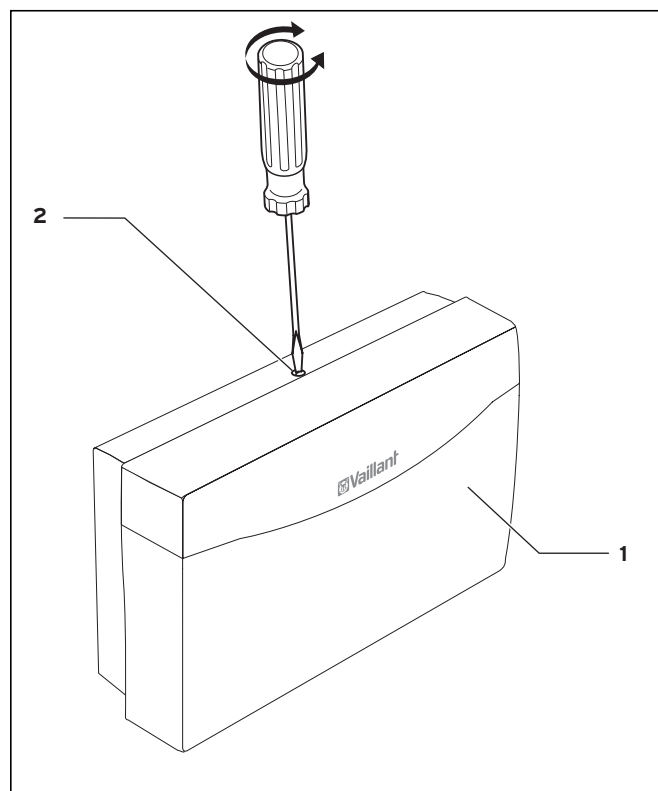

Abb. 5.1 Öffnen des Gehäuses
- ⇒ Reißen Sie die beiden Befestigungspunkte gemäß den Befestigungsöffnungen (2) an geeigneter Stelle an.
- ⇒ Verschrauben Sie die Gehäuseabdeckung entsprechend Abb. 5.1.